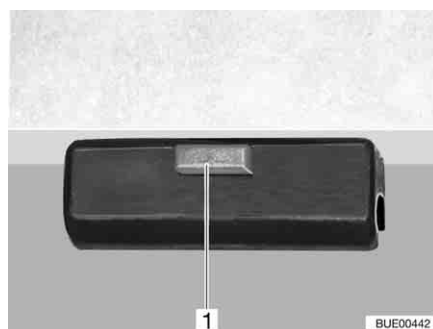

Fig. 111 Bloqueo
- Soltar el bloqueo (Fig. 111,1) del tablero de la mesa.